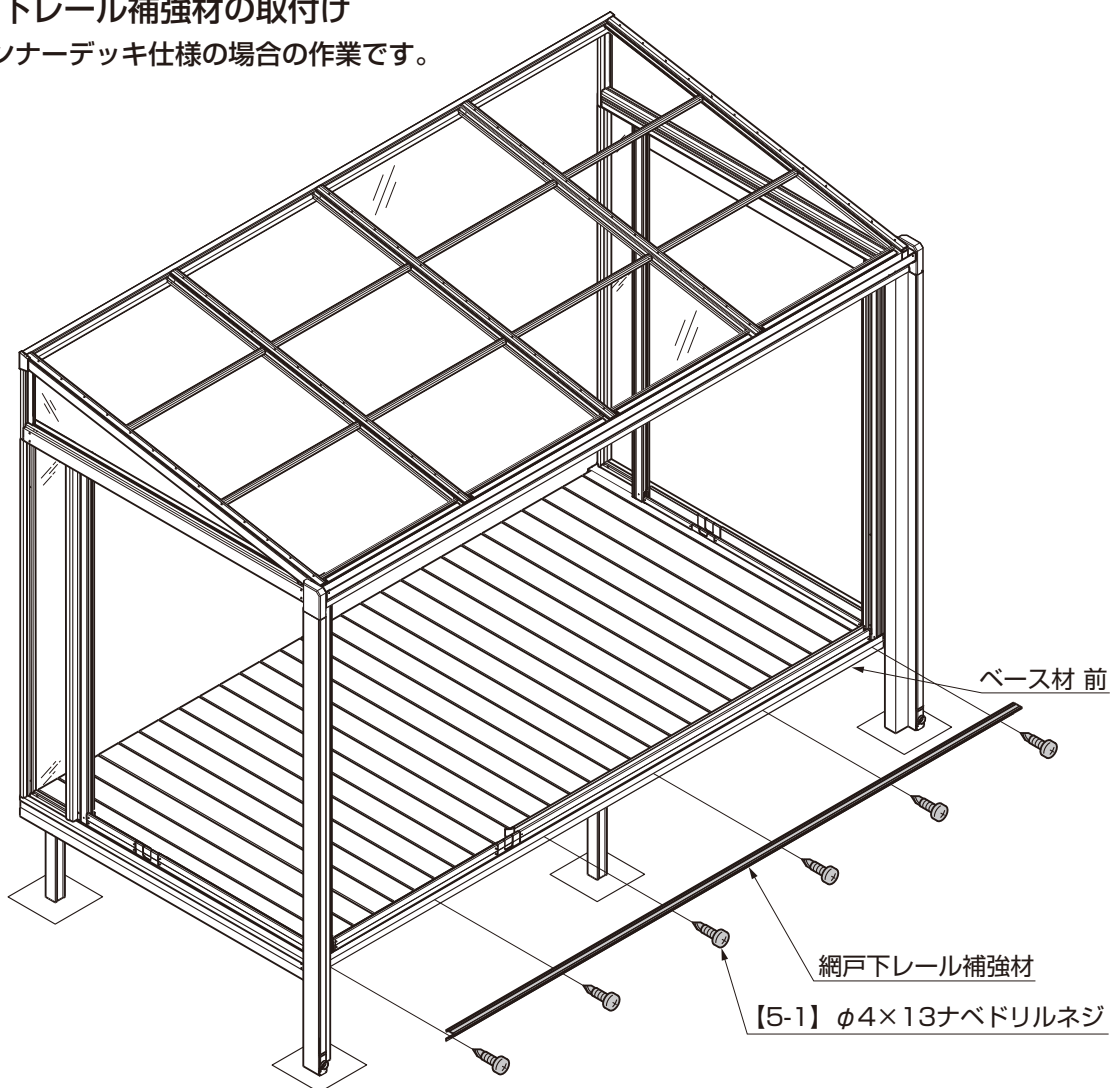

図2-1
① 網戸下レール補強材をベース材 前に【5-1】で取付けてください。（図2-1 参照）